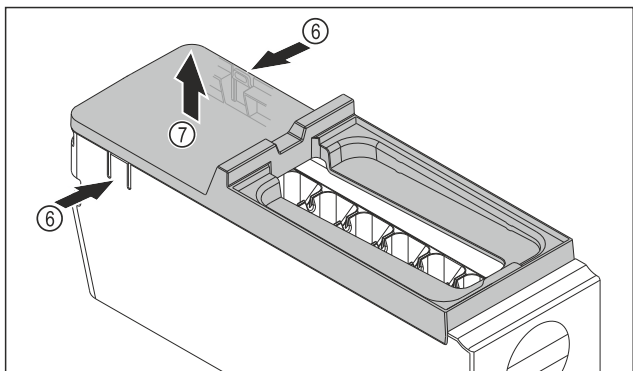

Fig. 111
- ▶ Vyjmutí krytu korpusu EasyTwist-Ice: Lamely Fig. 111 (6) na obou stranách korpusu EasyTwist-Ice stlačte jednou rukou.
- ▶ Kryt Fig. 111 (7) vyjměte druhou rukou nahoru.